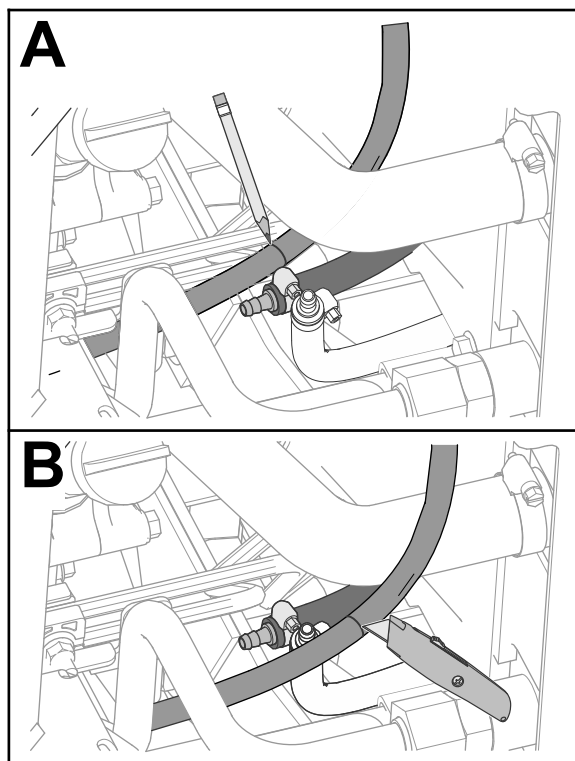

Рисунок 15
3. Сохраняя маршрут прокладки шлангов, расположите топливный шланг рядом с внутренним шлангом охладителя топлива (Рисунок 15).
4. Отметьте шланг топливного бака в месте расположения шлангового штуцера типа «елочка» (Рисунок 15).
5. Отрежьте шланг топливного бака в отмеченном месте (Рисунок 15).